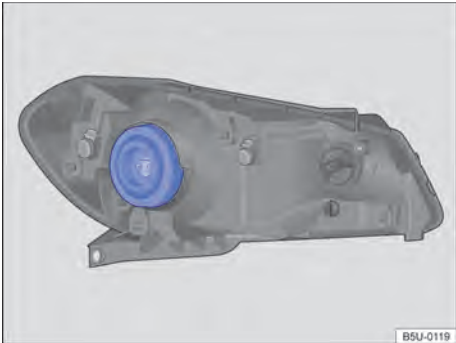

Fig. 178 No compartimento do motor: localização da lâmpada incandescente do farol baixo / alto.
4.	Remover a cobertura de borracha na parte traseira do farol ⇒ Fig. 178.